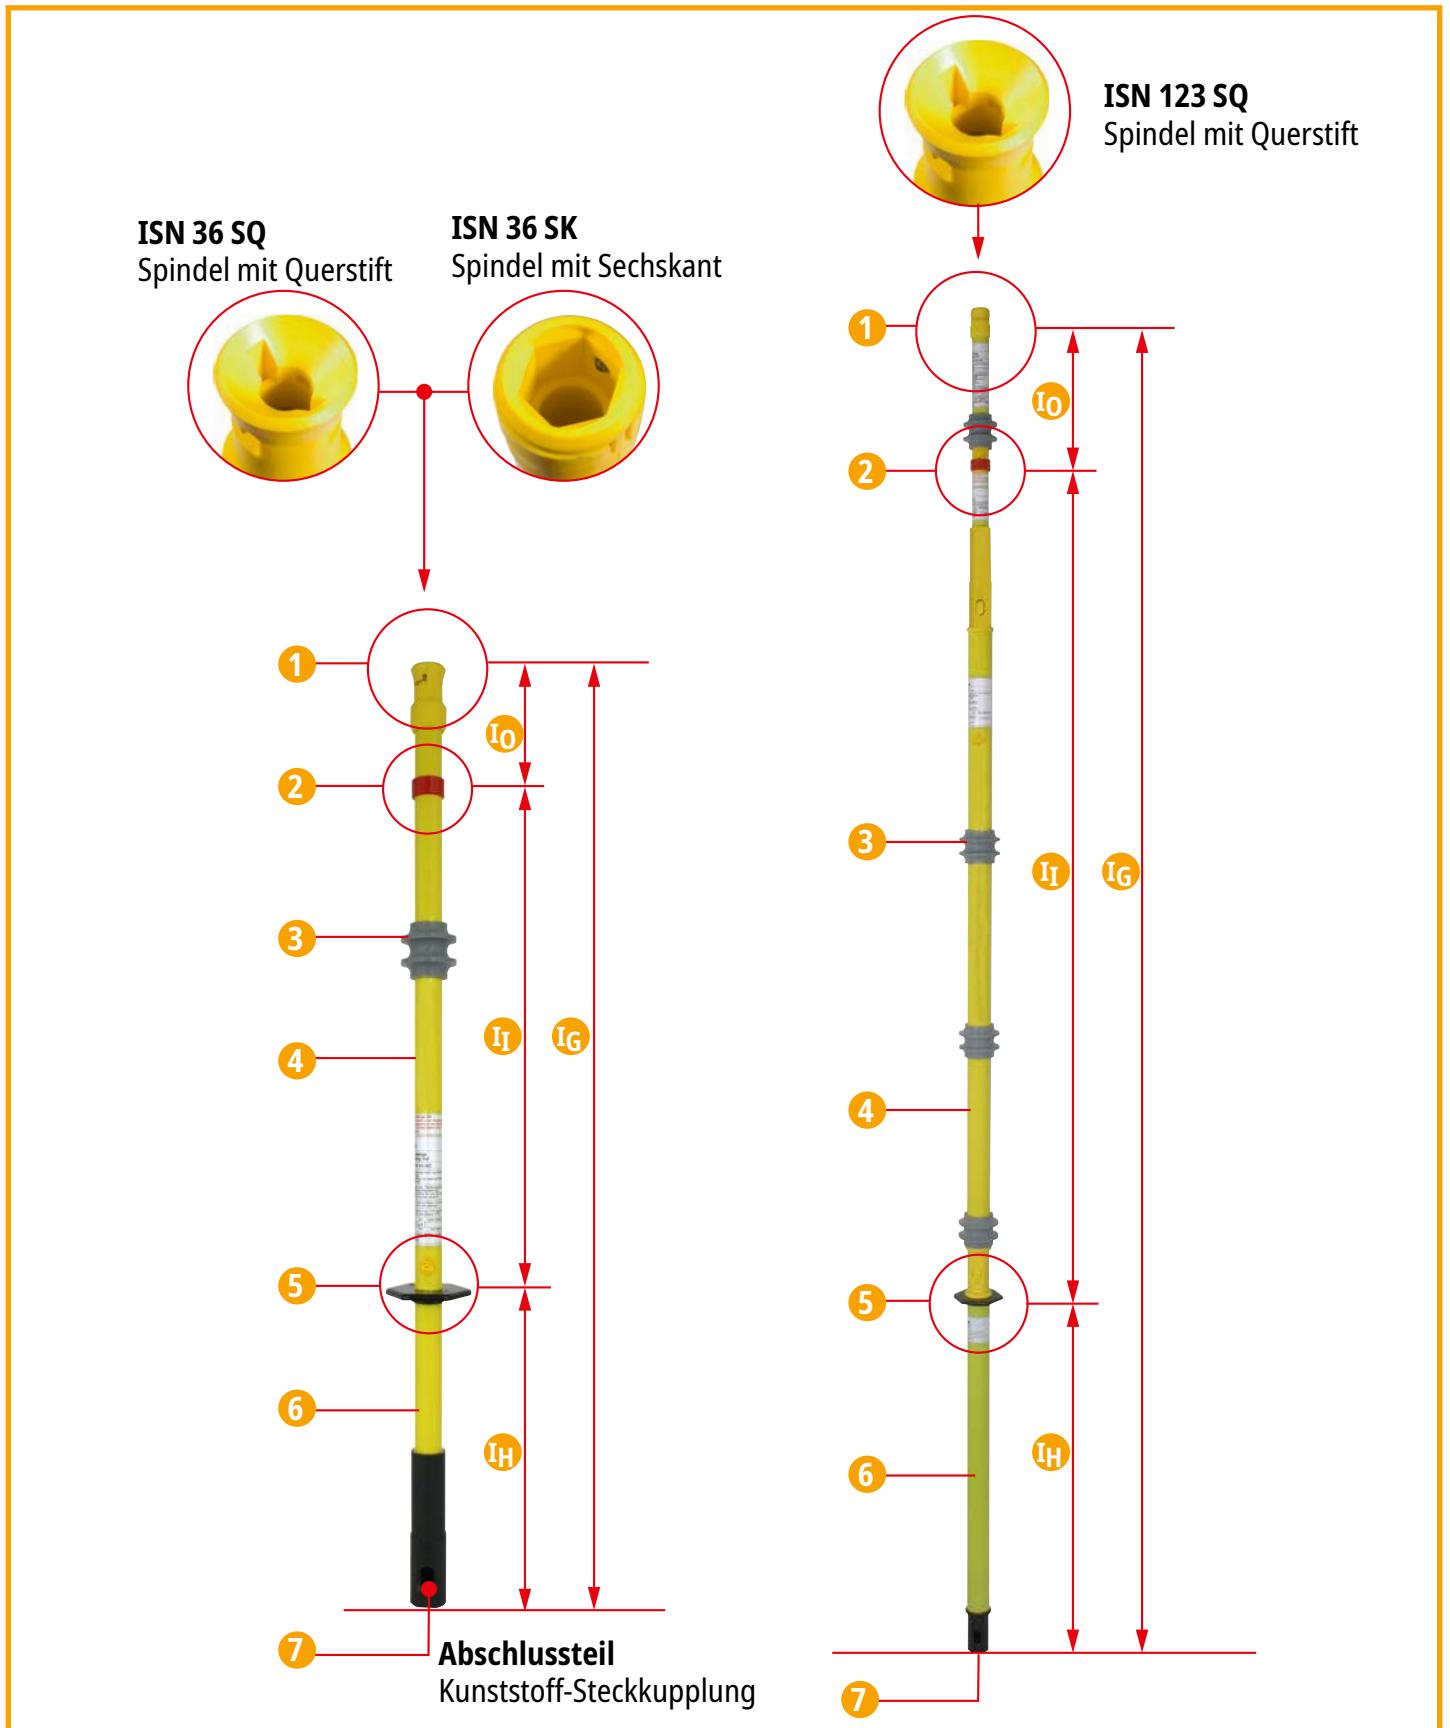

Bild 5
Die Isolierstange ISN ... besteht aus Kupplung ①, Roten Ring ②, Regenabweiser ③, Isolierteil ④ Begrenzungsscheibe (Handschutzteller) ⑤, Handhabe ⑥ und Abschlussteil ⑦ (siehe Bild 5).
Der für die Nennspannung bemessene Isolierteil ④ ist durch die Begrenzungsscheibe ⑤ und den Roten Ring ② gekennzeichnet (siehe Bild 5).